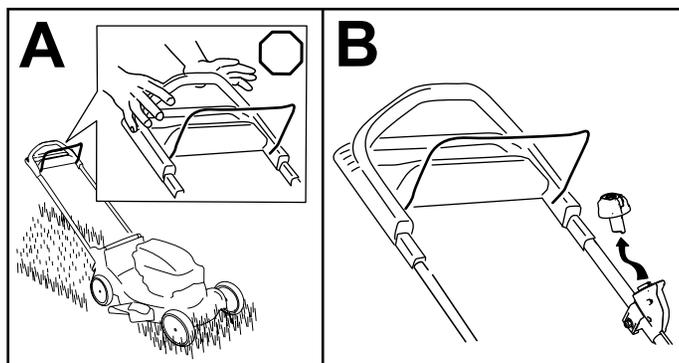

Figura 16
1. Rilasciate la barra di comando della lama (A della Figura 16).
2. Rimuovete il pulsante di avviamento elettrico dall'avviatore elettrico (B della Figura 16).